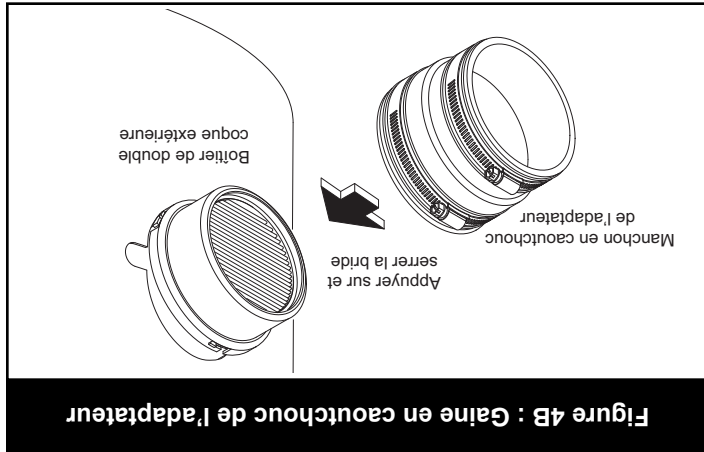

Figure 4B : Gaine en caoutchouc de l'adaptateur
- Pour connecter le chauffage à l'arrivée d'air, utiliser le manchon en caoutchouc de l'adaptateur d'évent fourni dans la jupe de base. Le manchon en caoutchouc de l'adaptateur est conçu pour une ventilation de 3 po (voir Figure 4B).